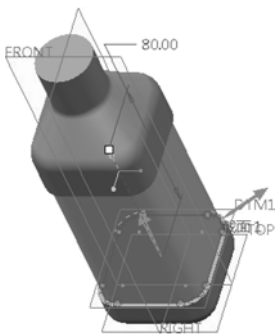

图 13-58 设置方向
- 7 输入侧 1 的深度值为“80”，并在“拉伸”选项卡中分别单击“将拉伸的深度方向更改为草绘的另一侧”按钮和“将材料的拉伸方向更改为草绘的另一侧”按钮，使两个箭头方向如图 13-58 所示。